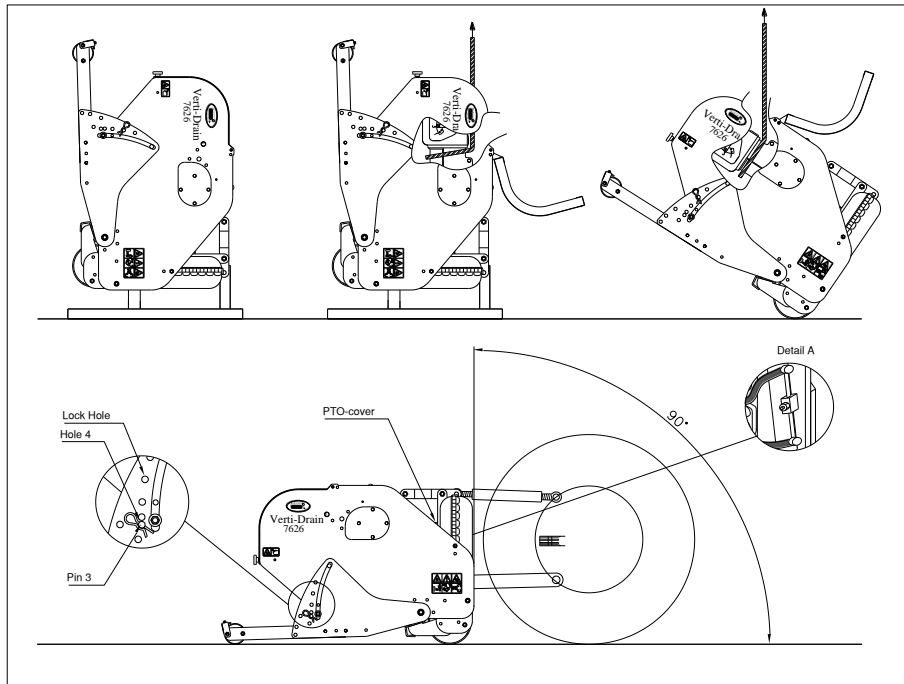
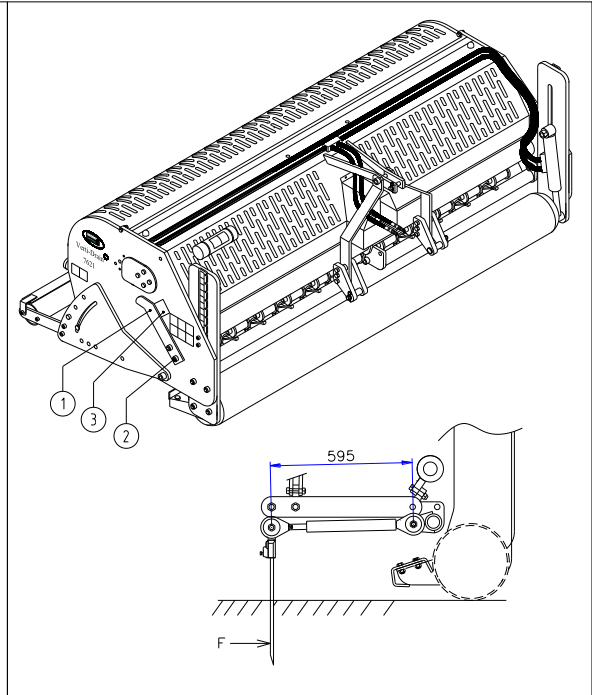

Fig. 8
Fig. 12
La machine est disposée verticalement sur la palette. Afin d'enlever la palette et de poser la machine horizontalement par terre, il faut procéder comme suit (voir fig. 8):
Il est possible de réajuster simultanément toutes les goupilles avec le levier (1) placées au côté de la machine ; voir fig. 12. Hisser la machine au-dessus du sol et desserrer le contre-écrou (2) placé des deux côtés de la machine. Réajuster l'angle en tournant le levier (1). Il est possible de lire l'angle sur l'indicateur (3). Resserrer ensuite le contre-écrou (2).
- @ A 90 degrés, les goupilles rentrent uniquement perpendiculairement dans le sol si la machine est correctement installée, voir fig. 8. Si elle n'est pas correcte, il peut se produire une force F – voir fig. 12 – qui peut endommager la machine.
Il est possible de réajuster simultanément toutes les goupilles avec 2 broches 1 placées à l'avant de la machine ; voir fig. 12. Hisser la machine au-dessus du sol et desserrer le contre-écrou 2 placé des deux côtés de la machine. Réajuster l'angle en tournant le levier 3. Il est possible de lire l'angle sur l'indicateur 4. Resserrer ensuite le contre-écrou 2.
- @ A 90 degrés, les goupilles rentrent uniquement perpendiculairement dans le sol si la machine est correctement installée, voir fig. 8. Si elle n’est pas correcte, il peut se produire une force F – voir fig. 12 – qui peut endommager la machine.
@ Si la Verti-Drain® n'est pas correctement attelée au tracteur – fig. 8 – les différents angles de la PDF peuvent causer des vibrations dans l'axe d'entraînement de la machine. Ces vibrations peuvent endommager la machine et les trous dans le sol.